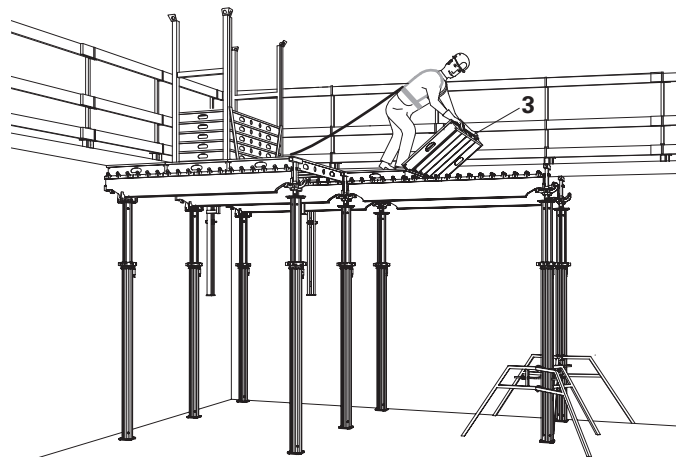

Fig. 19
6. Mettre en place les panneaux (3). (Fig. 19)